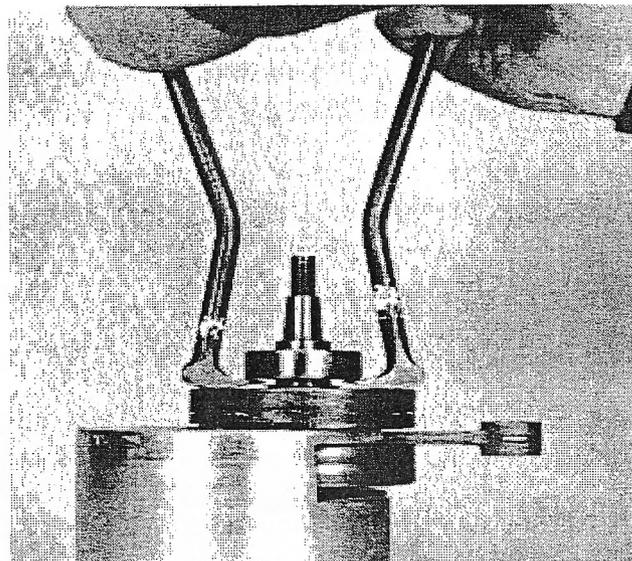

FIG.20
9. Si tienes que quitar el rodamiento del cigüeñal del lado de la transmisión, pueden sacarlo utilizando dos destornilladores grandes o un par de palancas como se ve en la Fig 20.